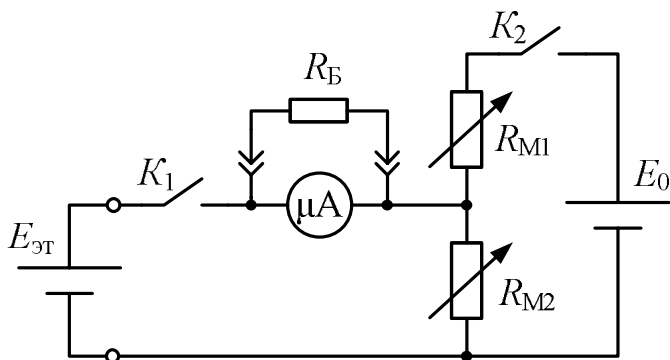

Рис. 2.11
4.1.1. Соберите схему, приведенную на рис. 2.11. В качестве E_0 используйте регулируемый источник питания (ИП). Балластное сопротивление R_B включите в схему с помощью проводов со штыревыми контактами. Ключи K_1 и K_2 установите в разомкнутое положение (рычажки вниз). Занесите в тетрадь значение ЭДС эталонного источника $E_{\text{эт}}$.
4.1.7. Включите в схему источник E_1 и балластное сопротивление R_B (рис. 2.11). Повторите для E_1 пункты 4.1.4–4.1.6.
4.1.8. Включите в схему источник E_2 и балластное сопротивление R_B (рис. 2.11). Повторите для E_2 пункты 4.1.4–4.1.6.